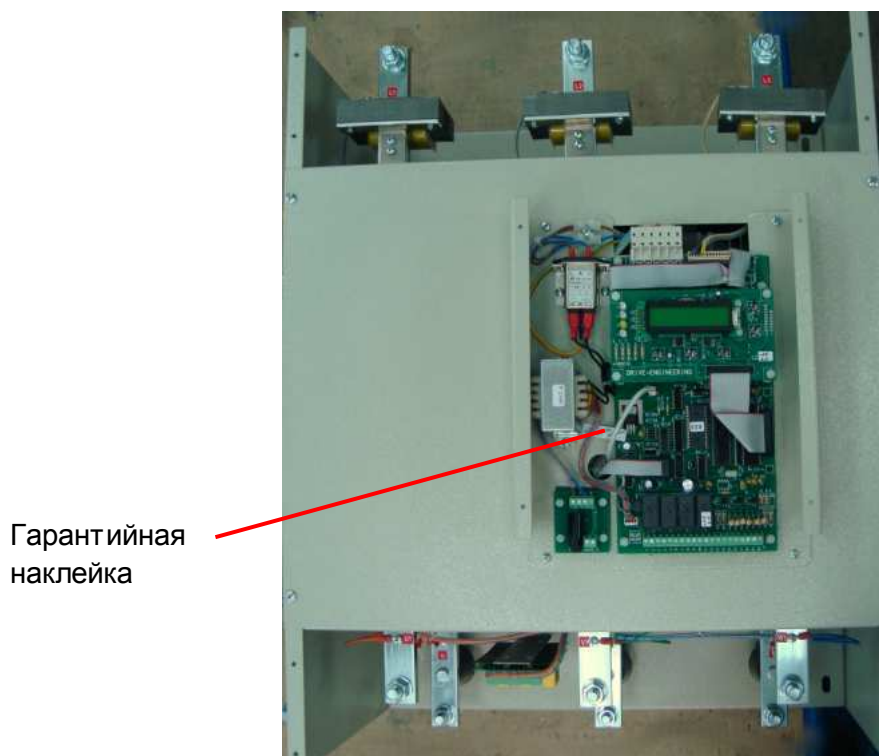

Рис. 8.3. Расположение гарантийной наклейки (ремонтной).
- 8.15. Наклеить ремонтную гарантийную наклейку в соответствии с рис. 8.3.